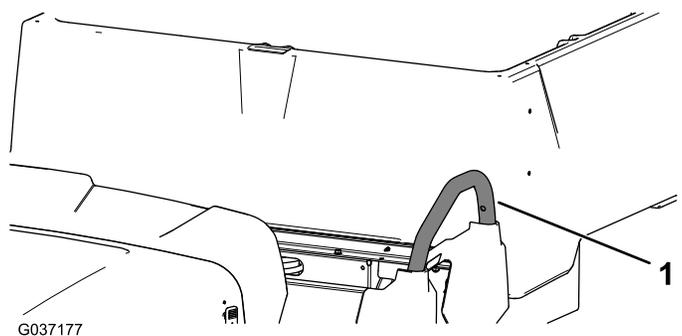

Рисунок 9
3. Выверните три винта и три гайки, которые крепят левый поручень, и снимите его (Рисунок 9).
9. Установите ранее снятый левый поручень при помощи трех винтов и трех гаек (Рисунок 9).